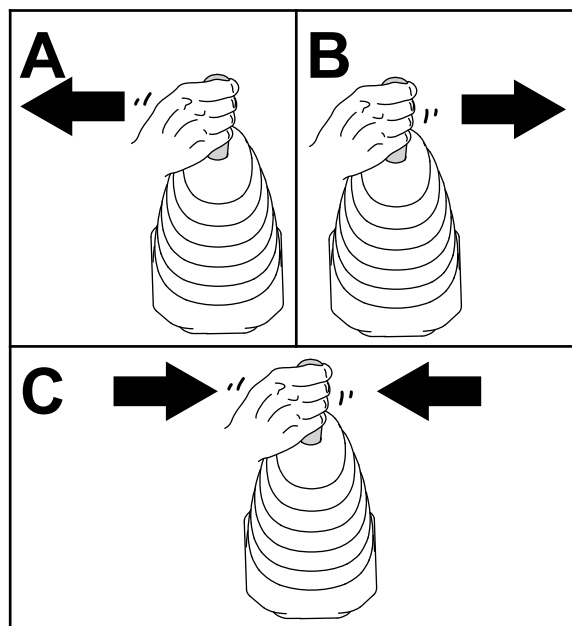

Figure 47
6. Déplacez le levier multifonction de la chargeuse à gauche, à droite, puis ramenez-le à la position POINT MORT pour libérer la pression au niveau des coupleurs hydrauliques (Figure 47).